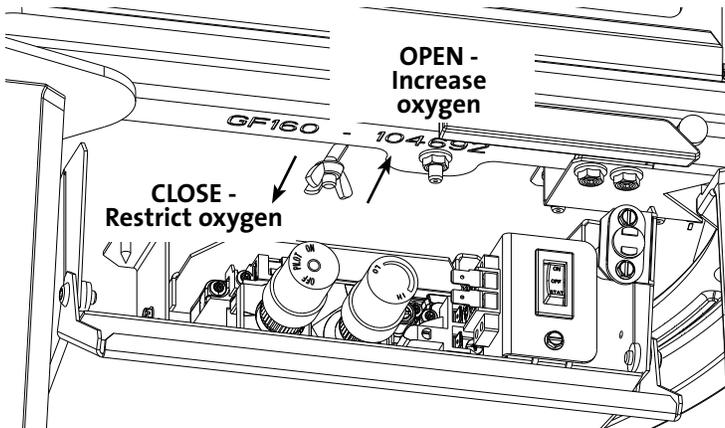

Figure 7.7.
16. NATURAL GAS ONLY: Adjust the Air Shutter. Fig. 7.7